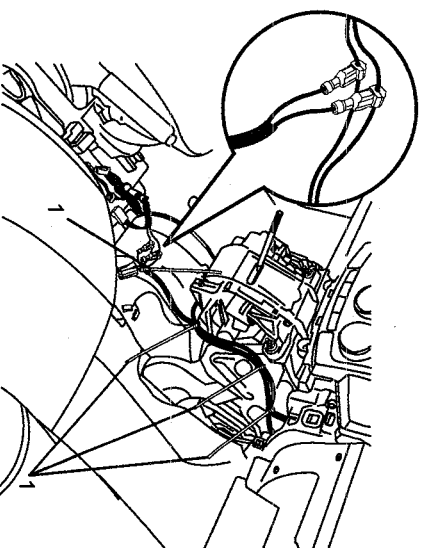

FIGURE 69
- 2.) CONNECT THE POWER HARNESS RED WIRE TO THE 3M CRIMP LOCK ON THE VEHICLE BLUE/BLACK WIRE. ATTACH THE BLACK WIRE TO THE 3M CRIMP LOCK ON THE VEHICLE BLACK WIRE. (SEE FIGURE 69)
- 4.) SECURE THE POWER HARNESS TO THE VEHICLE AUDIO HARNESS USING FOUR TIE WRAPS (1). (SEE FIGURE 69)